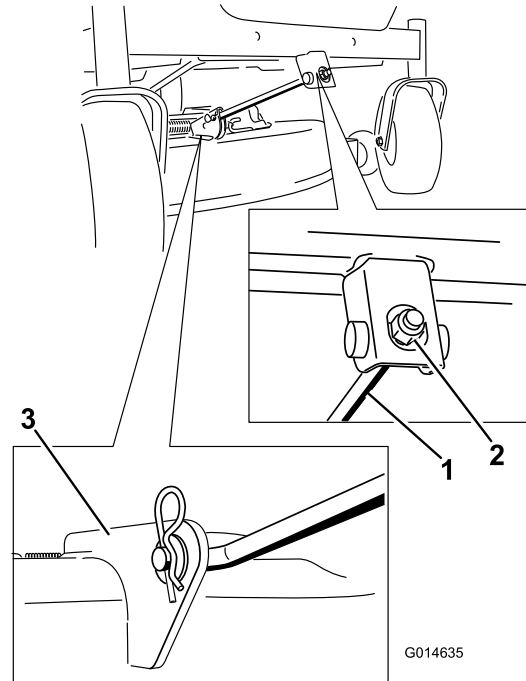

Figura 73
5. Remova o perno de gancho da barra de suporte da frente e remova a barra do suporte da plataforma (Figura 73).
8. Coloque a barra de suporte frontal na plataforma do cortador com o pino de segurança e perno de gancho (Figura 73).